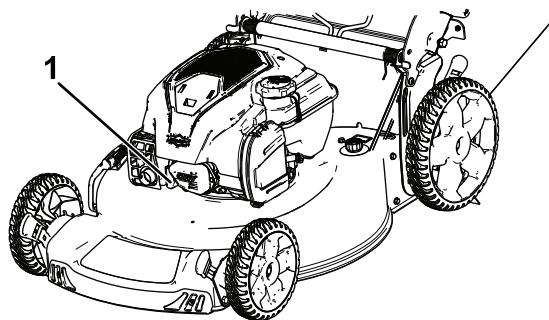

Figure 26
2. Débranchez le fil de la bougie (Figure 26).